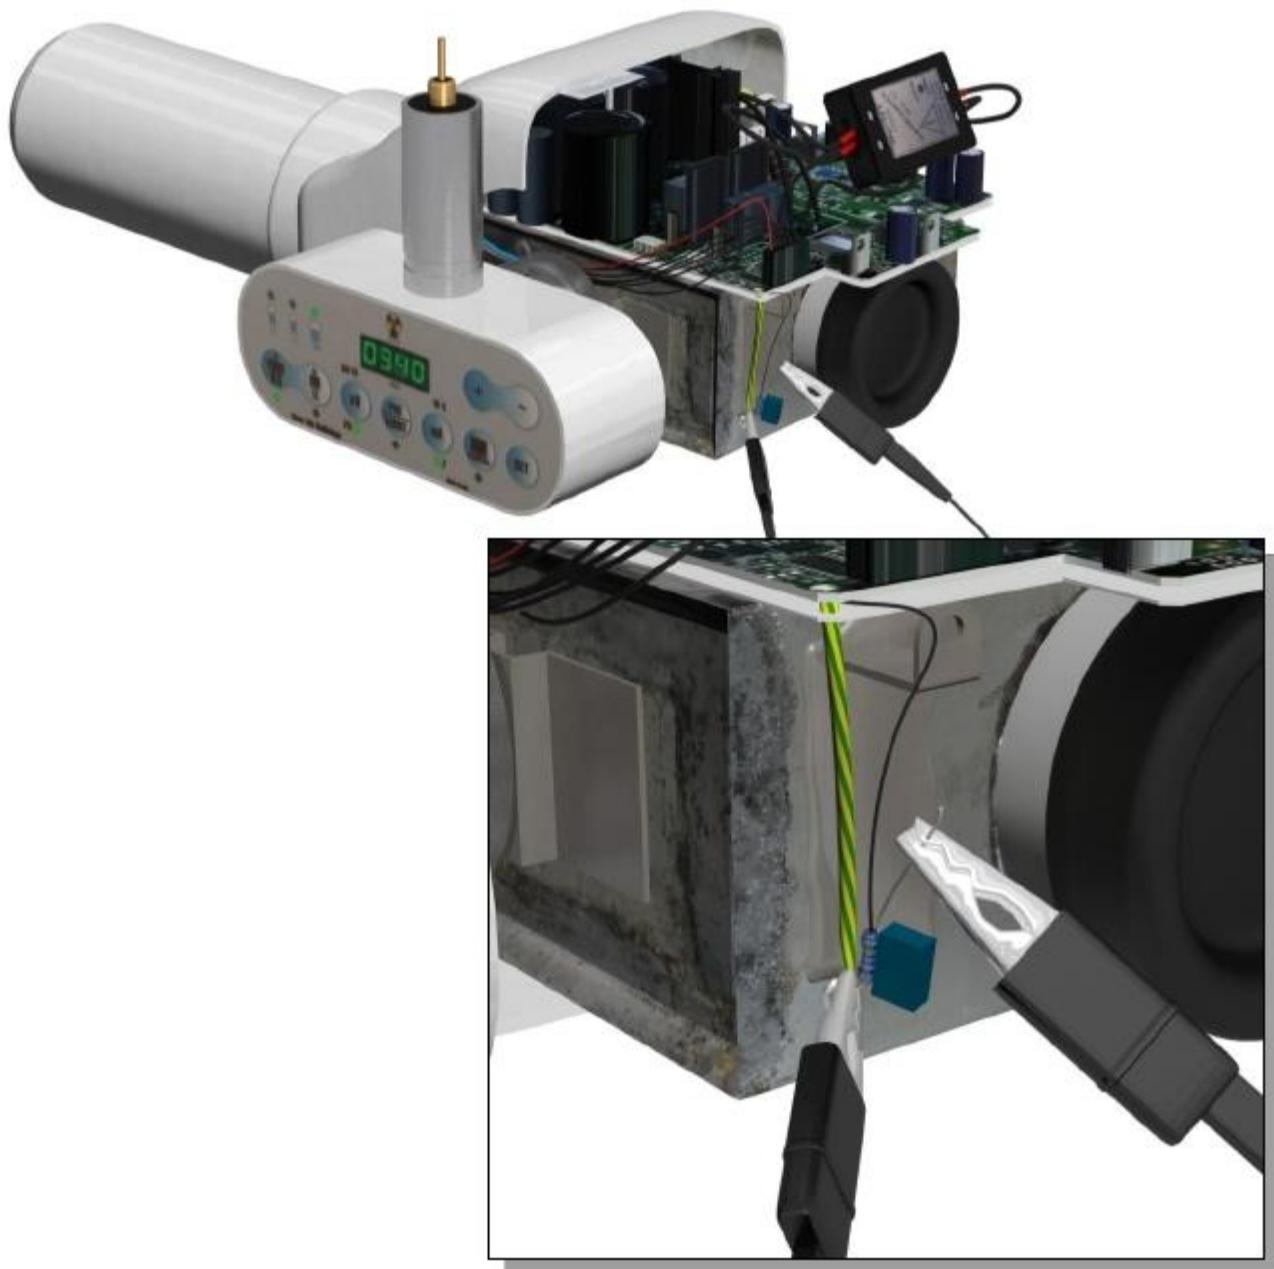

рис. 21
- ✓ После удаления задней панели, как на рис.21, подсоедините осциллограф/тестерпо обе стороны резистора к 1КΩ.
Необходимо установить полную шкалу измерителя в подходящем виде с целью измерения напряжения по обе стороны резистора; затем после позиционирования конца муфты измерителя по обе стороны резистора (как показано на предыдущем рис. 21), установите время экспозиции на достаточно долгое время, чтобы позволить измерителю прочитать напряжения (порядок величины экспозиции примерно 1 сек.) Ожидаемое значение, как и в предыдущем случае, составляет примерно 7В / 4 В в зависимости от значения тока, установленного на таймере (каждому В соответствует 1 мА)